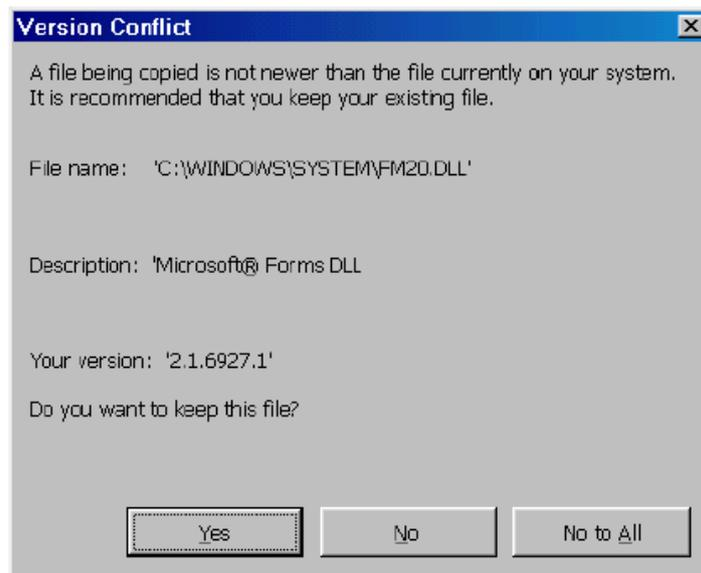

Рисунок 3 - Окно запроса на удаление более новой версии библиотеки Windows ®
2.1.10 При инсталляции и копировании файлов проверяются даты создания общих библиотек Windows ®. Если необходимая библиотека уже установлена на Вашем компьютере (например, другой программой), то появится запрос о записи копируемого файла более старой версии вместо установленного (см. Рисунок 3). Для сохранения работоспособности ранее установленных приложений отвечайте **No** (Нет) или **No to All** (Нет для всех).